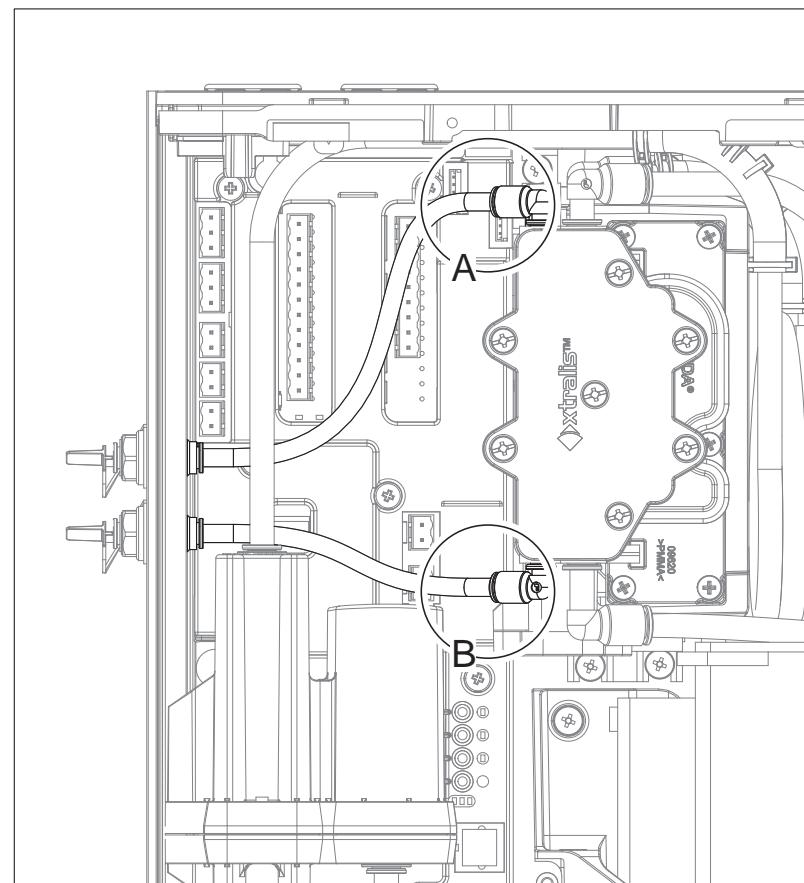
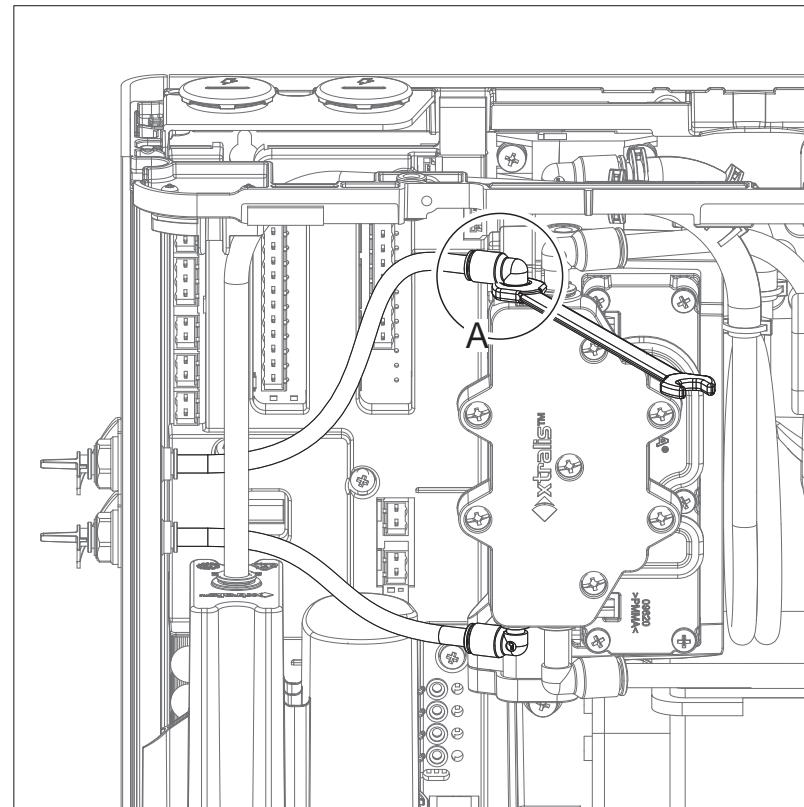

Рис. 7-26: Трубки для испытания по дыму
Рис. 7-27: Отсоединение трубок от патрубков для испытания по дыму
5. Отсоедините патрубки для испытания по дыму (A и B), изображенные на Рис. 7-26, нажав черную кнопку с помощью гаечного ключа и потянув трубку, как показано на Рис. 7-27.